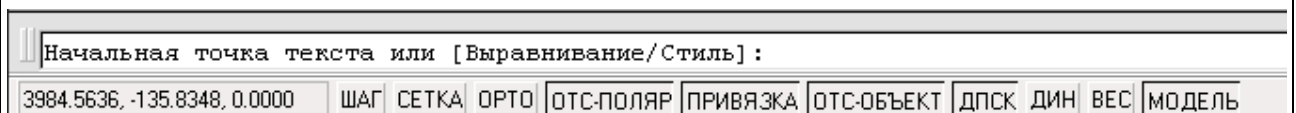

Рис. 1.29
**Сообщение системы** в командной строке: Начальная точка текста или [Выравнивание/Стиль]: (рис. 1.29).